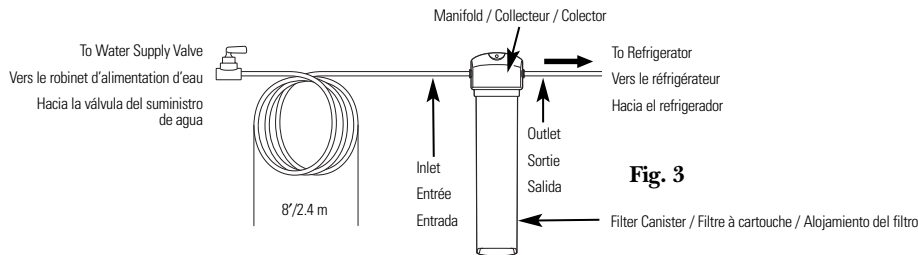

Fig. 3
2. Use 8 feet of tubing (coiled 3 times approximately 10" in diameter) between the inlet of the system and the water supply shut off valve (Fig. 3).
2. Utiliser un tube de 2,4 m (8 pi) (faisant 3 spirales d'environ 25 cm [10 po] de diamètre) entre l'entrée du système et le robinet de sectionnement (Fig. 3).
2. Use 8 pies de tubería (enrollada 3 veces aproximadamente de 10" de diámetro) entre la entrada del sistema y la válvula de apagado del suministro de agua (Fig. 3).